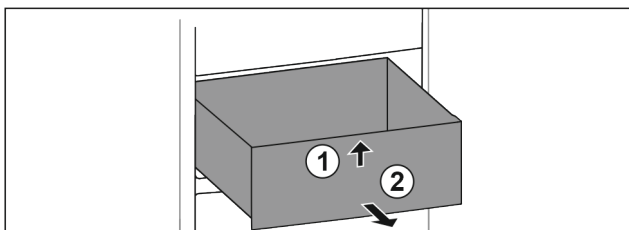

Fig. 166
- ▶ Приподнимите выдвижной ящик спереди. Fig. 166 (1)
- ▶ Извлеките выдвижной ящик движением вперед. Fig. 166 (2)